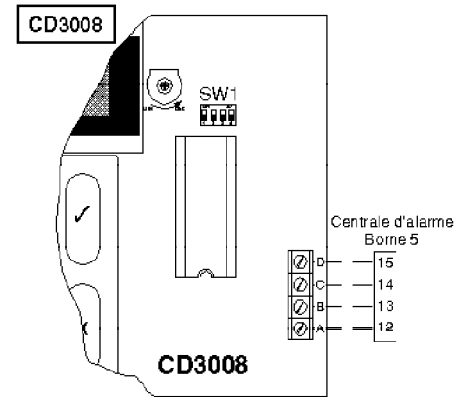

Figure 3.
3. Brancher le clavier à la centrale comme illustré figure 3.